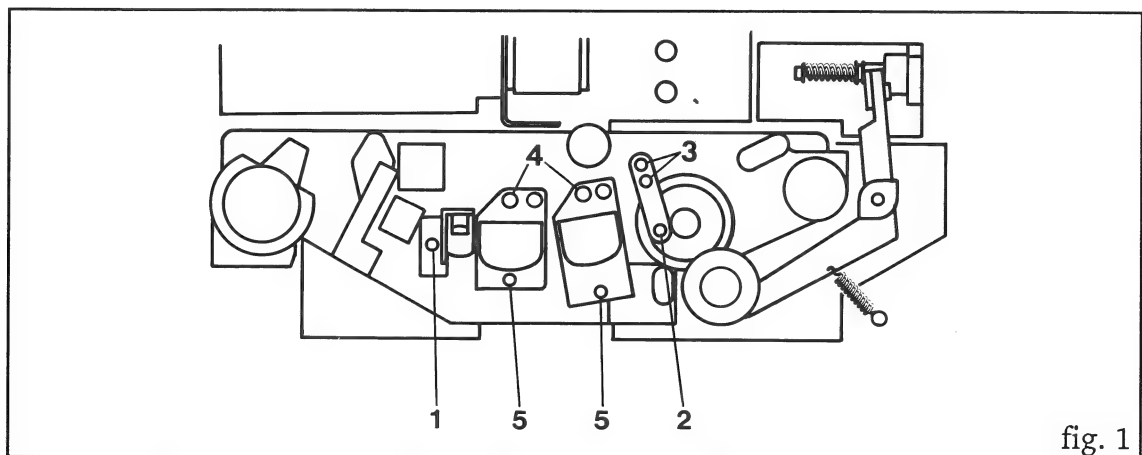

fig. 1
- Les corrections de hauteur se font au moyen des vis [4,5] (fig. 1).